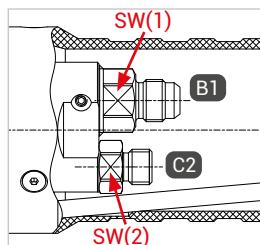

Abbildung 1
- ▶ Halten Sie beim Montieren des Füll- und Rückführschlauches an den Schlüsselflächen SW(1) und SW(2) (*Abbildung 1*) mit einem Gabelschlüssel gegen.
- ▶ Verschrauben Sie die Betriebsmedienzuleitung „B1“ druckdicht mit dem Anschluss des Füllschlauches (*Abbildung 1*).
- ▶ Verschrauben Sie die Gasrückführung „C2“ druckdicht mit dem Anschluss des Rückführschlauches (*Abbildung 1*).